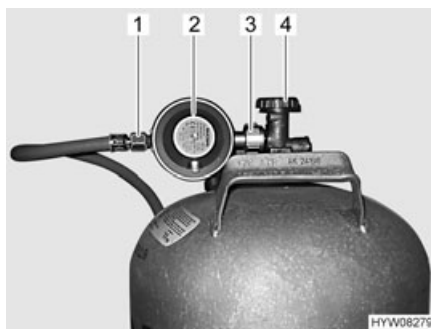

Fig. 72 Raccordo bombola del gas
- Chiudere la valvola principale di arresto (Fig. 72,4) della bombola del gas. Osservare la direzione della freccia.
- Tenere fermo il regolatore di pressione del gas (Fig. 72,2) e aprire il dado zigrinato (Fig. 72,3) (nella filettatura sinistra).
- Rimuovere il regolatore di pressione del gas con il tubo del gas (Fig. 72,1).
- Collocare il regolatore di pressione del gas (Fig. 72,2) con il tubo del gas (Fig. 72,1) sulla bombola del gas e serrare il dado zigrinato (Fig. 72,3) (generalmente filettatura sinistra). **Non** tirare con molta forza.